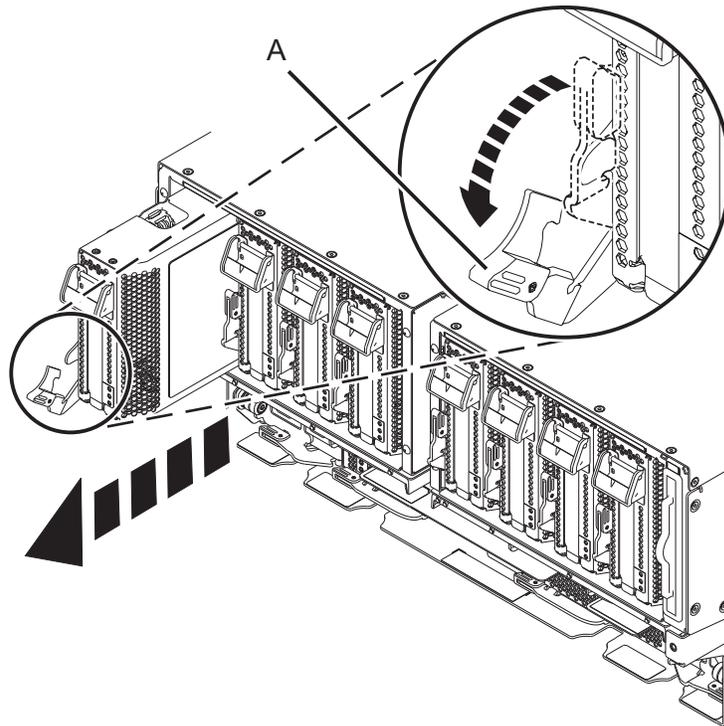

Abbildung 26. PCIe-Adapterkassette aus dem System ausbauen
- b. Drehen Sie den terrakottafarbenen Kassettengriff (**A**) in die in Abb. 26 auf Seite 28 dargestellte Richtung und drücken Sie den Griff (**A**) nach unten, um die Kassette aus den Anschlüssen des